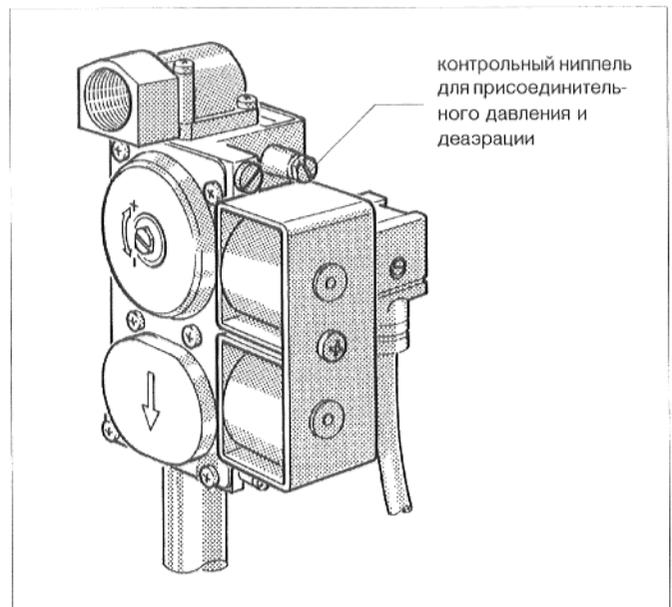

Рис. 29: арматура газовой горелки "SIT" 830 Tandem
- Ослабить запорный винт контрольного ниппеля, для присоединительного давления у арматуры газовой горелки (рис. 29 по 31), отвинтив его на два оборота; у "SIT" 830 Tandem устранить запорный винт.